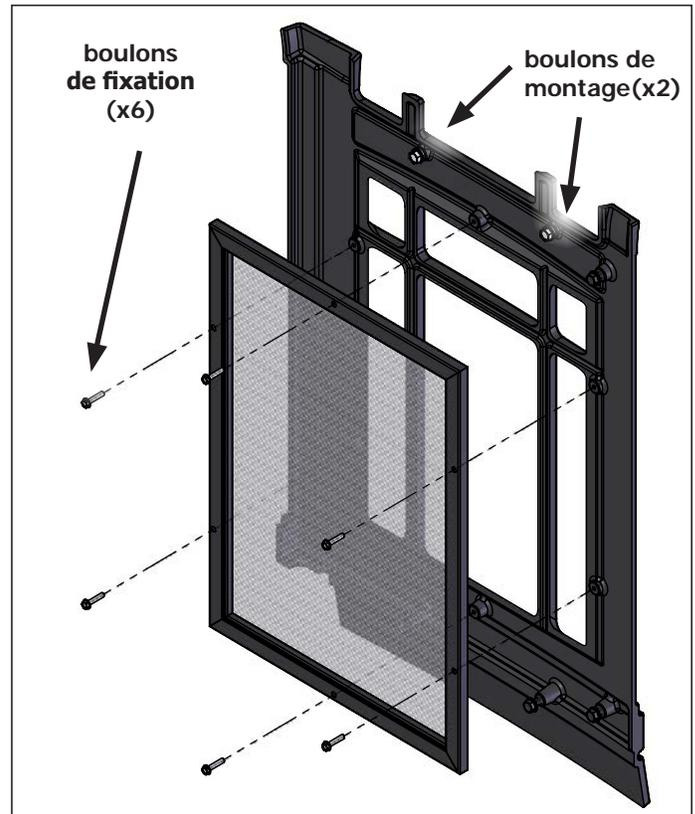

FIGURE 56: Dépose de l'écran de sécurité- Côtés
Étape 5: Retirez le côté moulé (gauche ou droite) en desserrant les deux (2) boulons de fixation supérieurs (Figure 56) à l'aide d'une clé 3/8 ". Ensuite, soulevez pour enlever le côté moulé et déposez-le sur une surface douce.
Étape 6: Retirez les six (6) boulons de fixation (Figure 56) à l'aide d'une douille 1/4 "et retirez la grille endommagée tout en notant l'orientation. Installez le nouvel écran (50-3716) en réinstallant simplement les boulons de fixation.
Étape 7: Réinstallez le côté moulé et serrez les deux (2) boulons de fixation supérieurs. Réinstallez la porte coulée et le dessus pour terminer.